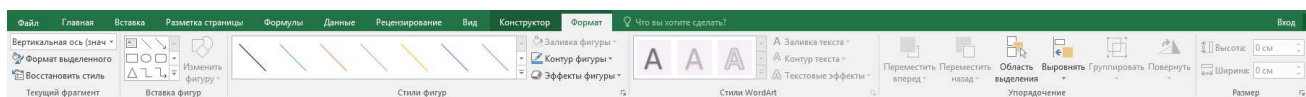

Рис. 9.3. Вкладка ФОРМАТ
- 3) вкладка «ФОРМАТ» (рис. 9.3) на ЛЕНТЕ (появляется при единичном нажатии ЛКМ на диаграмму)